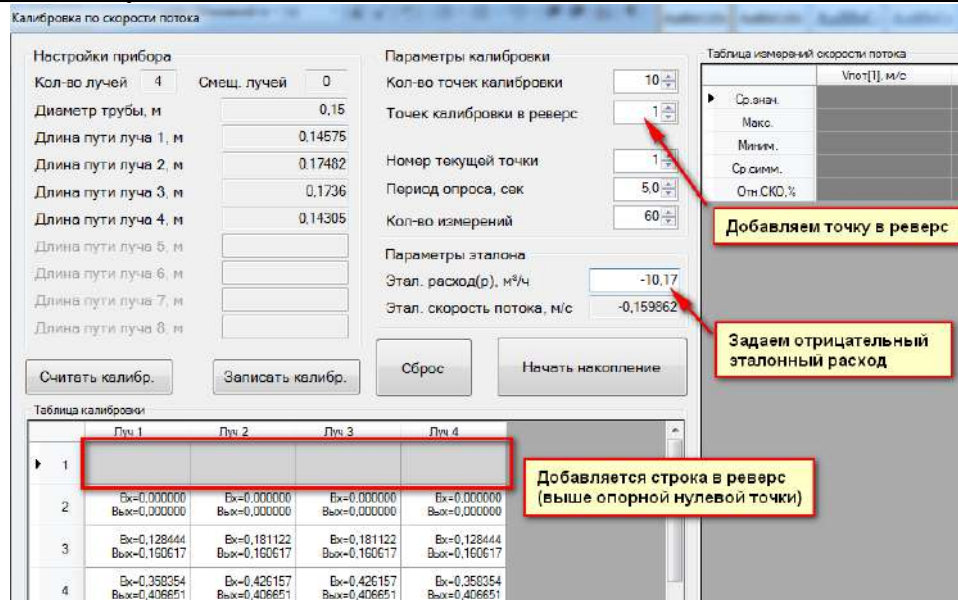

Рисунок 3.5
2) В окне калибровки добавить точку калибровки в реверс, задать отрицательный эталонный расход и начать накопление измерительных данных (рисунок 3.5).